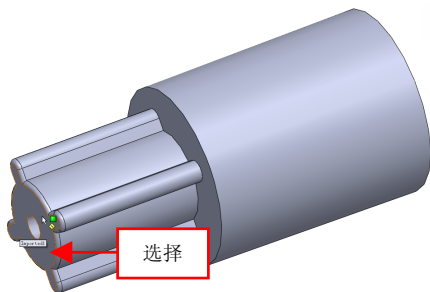

图 7-13 选择合适的面
(2) 在【特征】选项卡，单击【曲线】列表框中的【螺旋线/涡状线】按钮，弹出【螺旋线/涡状线】属性管理器，选择合适的面，如图 7-13 所示。